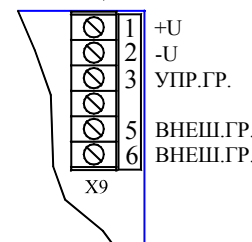

Рисунок 1 – Расположение контактов на клеммной колодке ППУ.У
– произведите подключение концов линейного кабеля к клеммной колодке согласно надписям под колодкой и на внутренней части крышки (см. рис. 1);